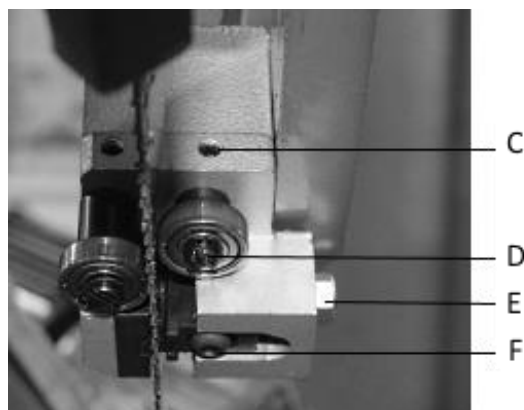

Рис.7
Ослабьте фиксирующие винты (C) и отрегулируйте эксцентриковые втулки (D) таким образом, чтобы расстояние от полотна до ролика было 0,05 мм, а полотно находилось вплотную к неподвижному сухарю, рис. 7. Затяните фиксирующие винты (C).